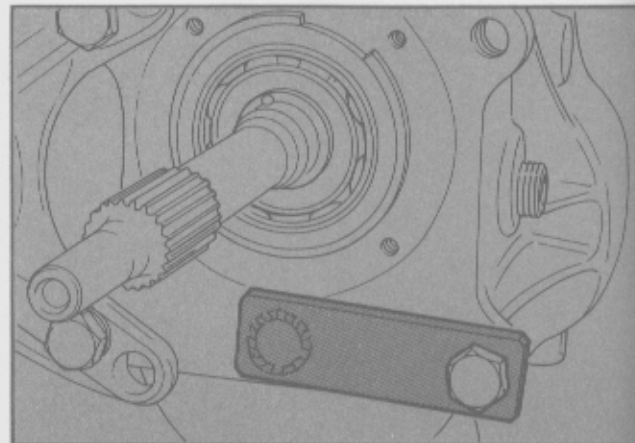

Fig. 19 - Instalación de la herramienta especial del lado del volante.
- Retirar el eje del quintuple utilizando el eje de la herramienta especial T82G-7111-BAS. Asegurar la herramienta del lado del volante (Fig. 19).
- Asegurar la herramienta especial del lado del volante (Fig. 19).